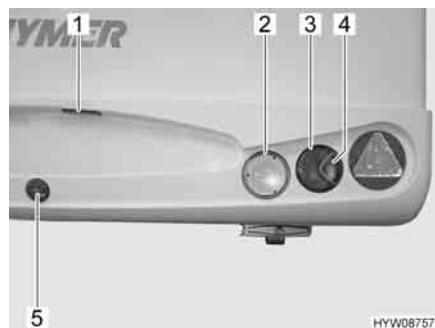

Fig. 125 Luci posteriori
- Svitare le viti nell'involucro appropriato (Fig. 125, 1 fino a 4).